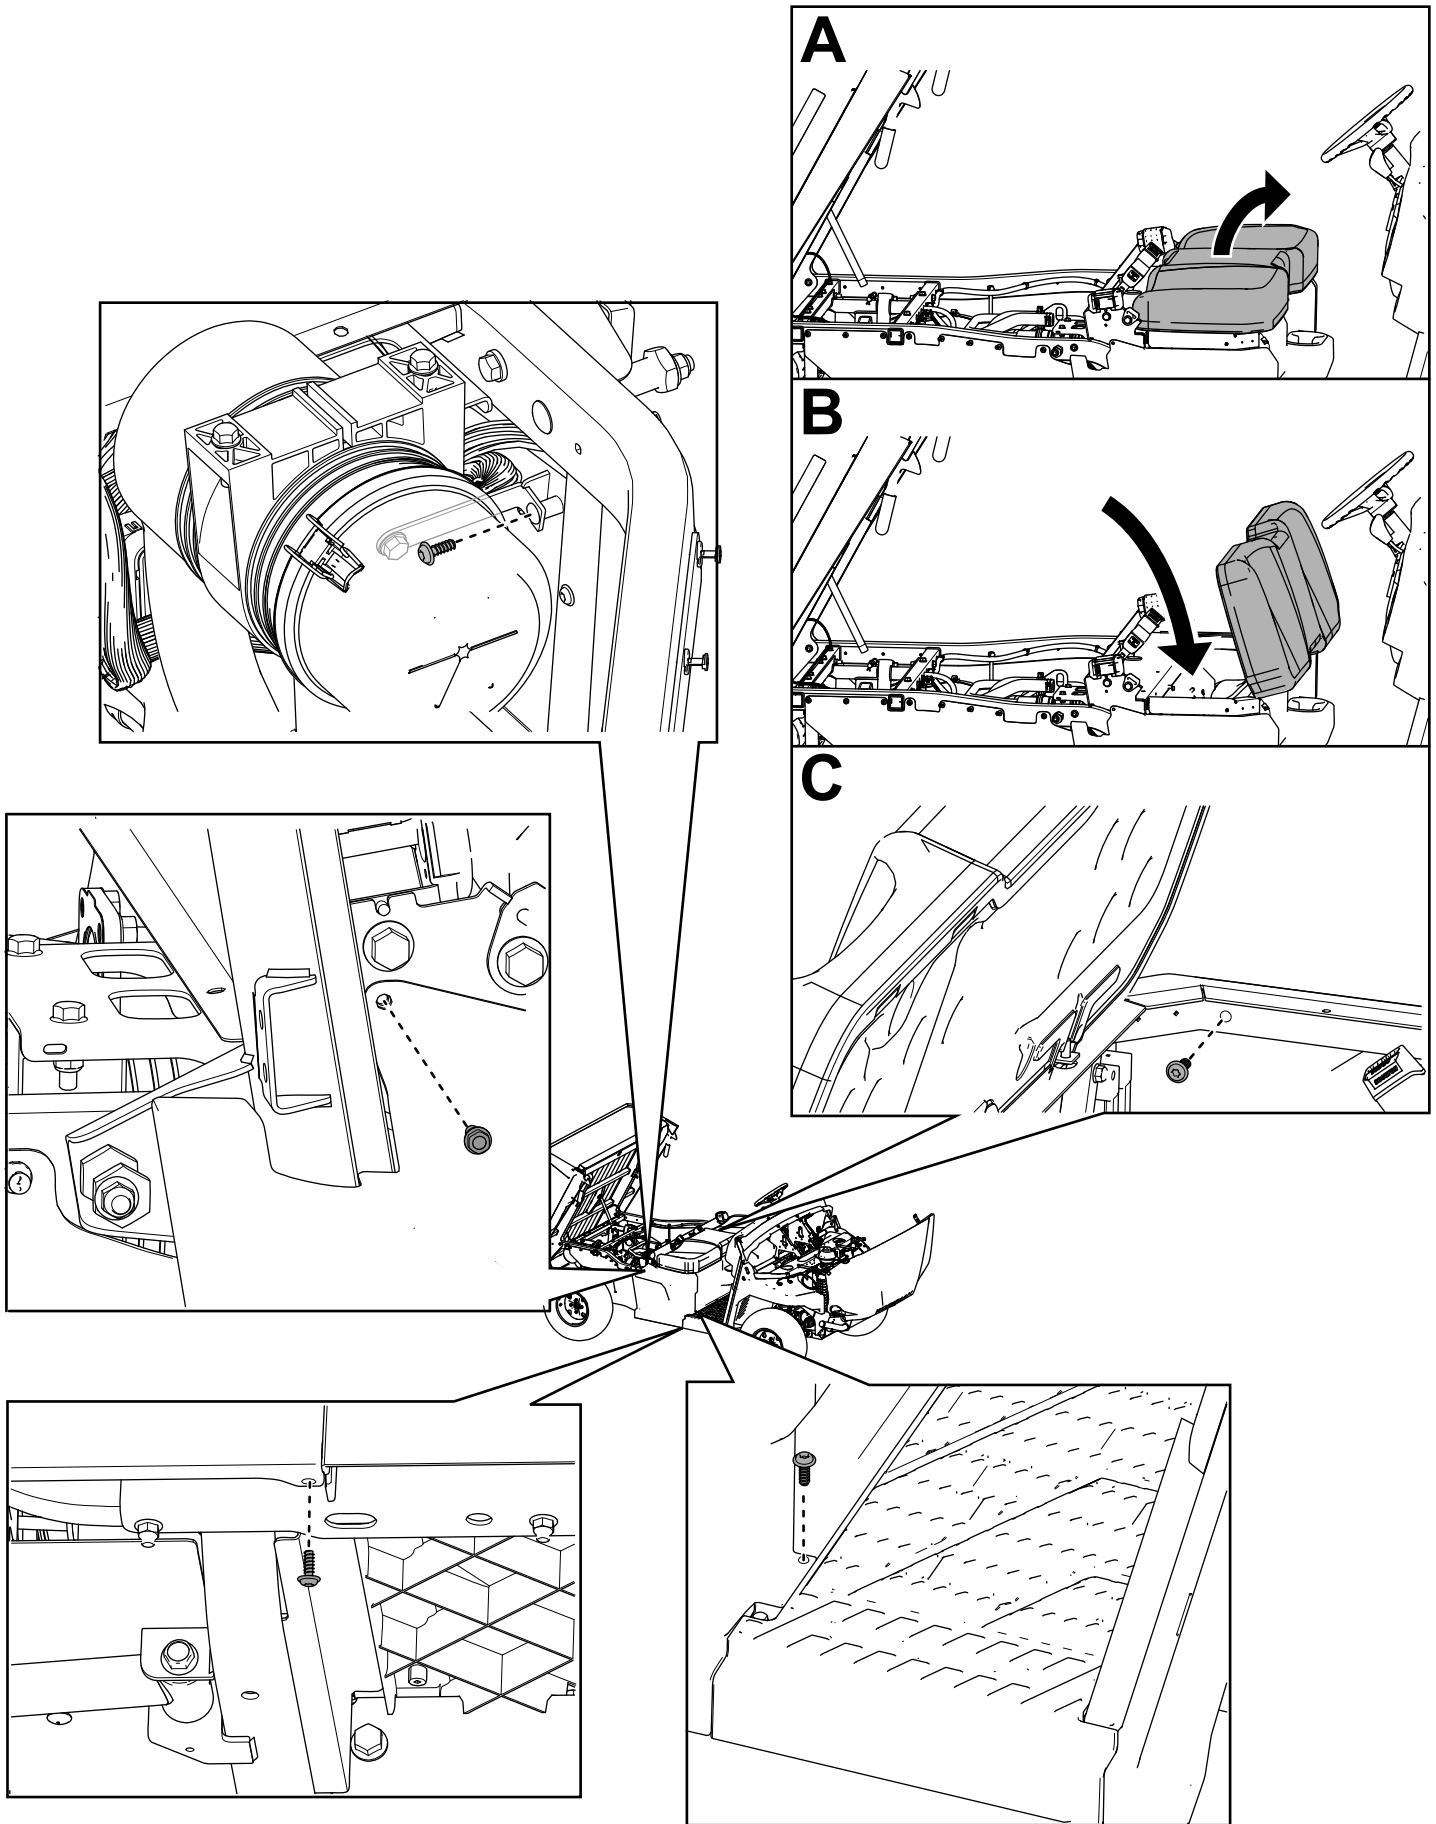

Figura 28
23. Fije los paneles de la base del asiento izquierdo y derecho con los pernos de cabeza hexagonal con arandela prensada ($\frac{1}{4}$ " x $\frac{3}{4}$ " que retiró anteriormente, según se muestra en la Figura 28.